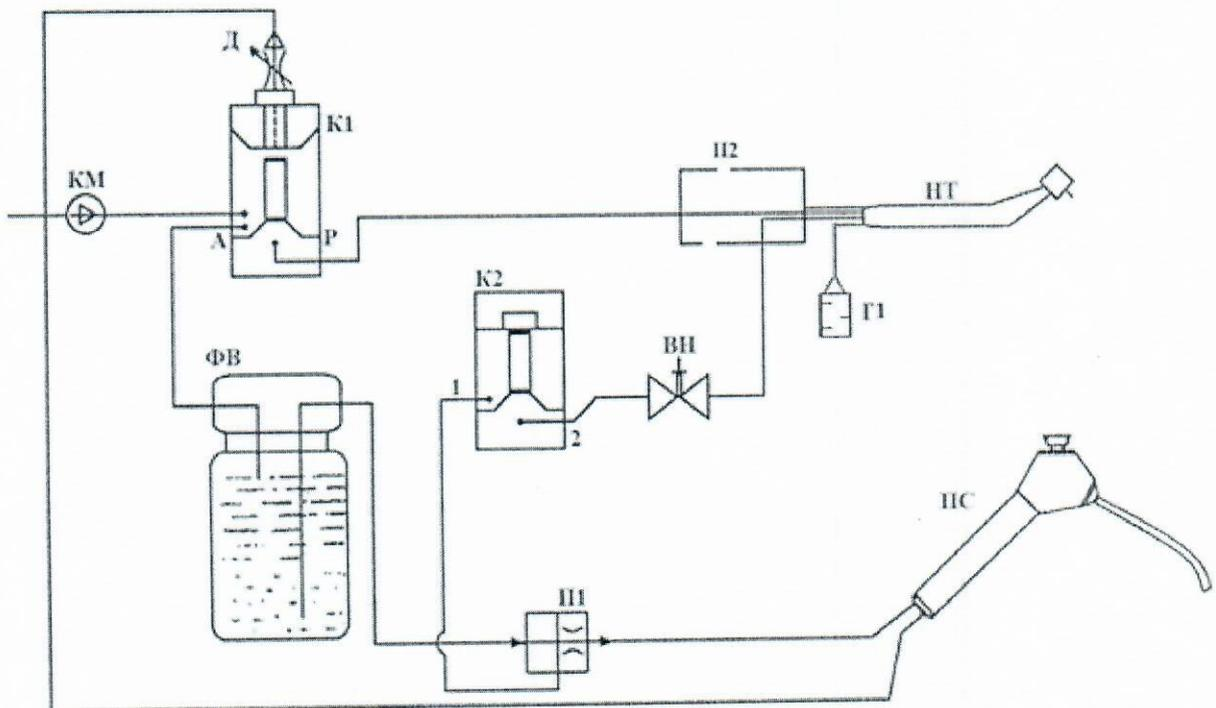

Рис. 2
4.7. Схема пневмогидравлическая приведена на рис.2. Перечень элементов пневмогидравлической схемы указан в табл.3.